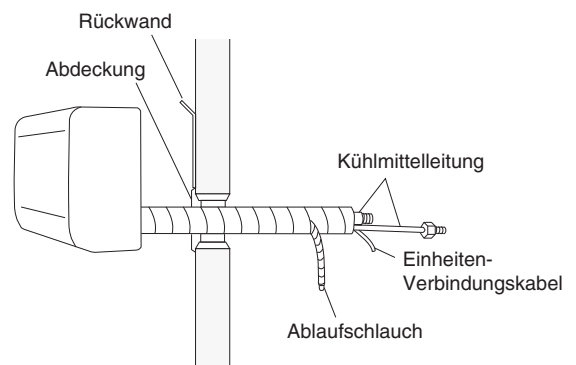

Abb. 3-24
- (1) Die Kühlmittelleitung so biegen, dass sie mühelos in die Wandöffnung gepasst werden kann. (Abb. 3-24)